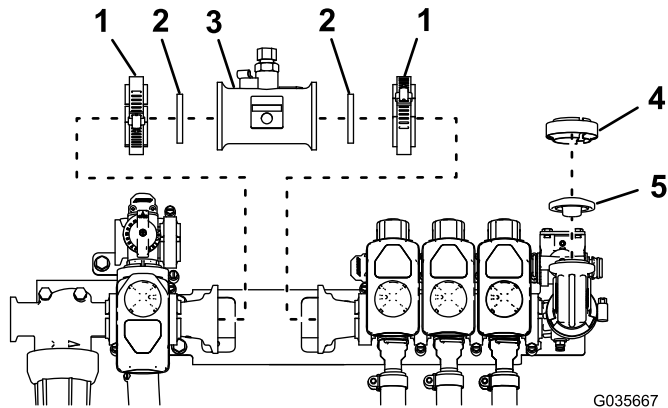

Figure 1
3. Desserrez les colliers à vis qui fixent le coupleur de collecteur à l'ensemble vanne d'agitation et vanne de section (Figure 1).
4. Déposez les colliers, les joints et le coupleur de collecteur (Figure 1).
5. Montez le débitmètre et les 2 joints associés à l'aide des colliers que vous venez de déposer (Figure 1).
6. Déposez le collier de transducteur, le chapeau et le joint (Figure 1).